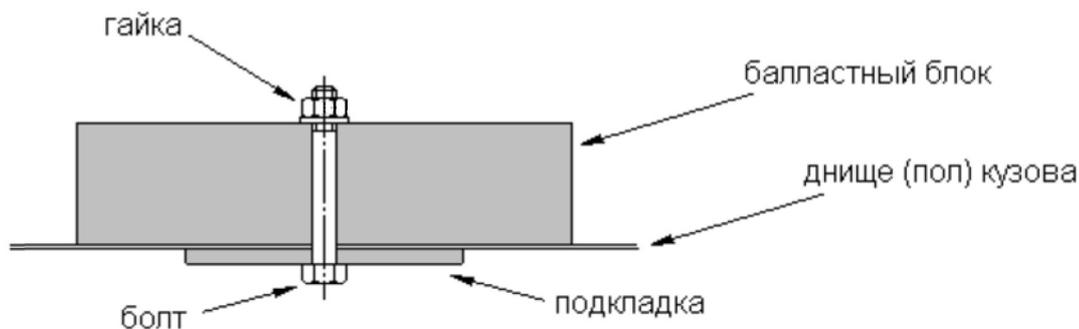

Рис.4
- 9.14.7. Для подгонки массы автомобиля допускается применение одного или нескольких балластных грузов, при условии, что они представляют собой прочные и единые блоки, и размещенные на полу или снизу пола салона или багажника. Балласт должен быть прикреплен к кузову болтами класса 8,8 минимальным диаметром 8 мм с подкладками, в соответствии с Рис. 4. Минимальная площадь соприкосновения между кузовом и подкладками в каждой точке крепления должна быть не менее 40 см². Количество болтов: не менее двух (2) на каждые 20 кг балласта и не менее двух (2) на каждый блок весом свыше 10 кг. Толщина подкладки не менее 3 мм. Болты следует размещать вблизи периметра блока на максимальном расстоянии друг от друга. Рекомендуется размещать блоки вблизи вертикальных элементов кузова (туннель, короб, и т.п.). Также рекомендуется приваривание подкладок к панели днища.